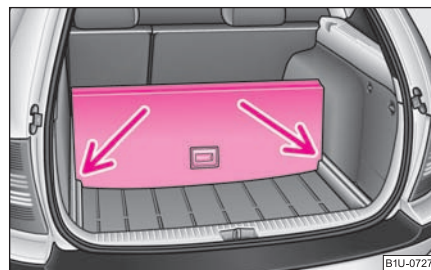

Fig. 75 Compartimentarea portbagajului
- Ridicați partea podelei cu mânerul și asigurați-o prin introducerea în caneluri ⇒ fig. 75. ■